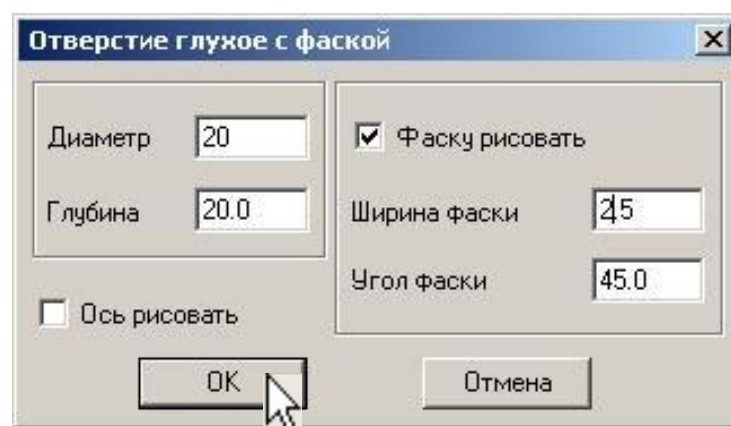

Рис. 11
6. Для выполнения глухого отверстия откройте **Прикладную библиотеку КОМПАС**, находящуюся в разделе **Прочие**. Выберите **Глухое отверстие** в разделе **Гладкие отверстия** и установите необходимые параметры отверстия, рис. 11 (ось не рисовать). Вставьте в чертеж.